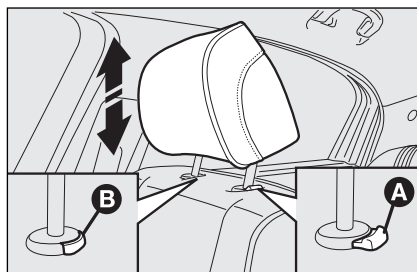

fig. 34
- druk op de knoppen **A** en **B**-**fig. 34** (naast de twee steunen van de hoofdsteun) en verwijder de hoofdsteun door deze omhoog te trekken.